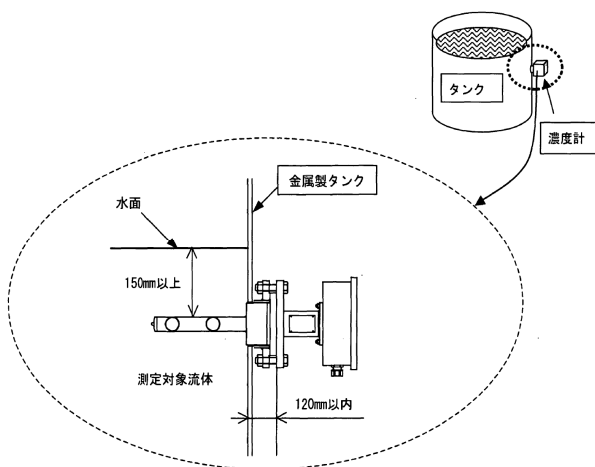

図 7 タンクへの据付け
- (18) タンク内において、アプリータ(アンテナ)と水面との距離が 150mm 以上となるように据付けてください。ポンプ運転のタンク内物質の流出により水位が低くなり、アプリータ(アンテナ)と水面との距離が近づき 150mm 未満となる場合には、外部連動機能を使用してアプリータ(アンテナ)の位置が水面からの距離を 150mm 以上となるときに測定するようにしてください(図 7 参照)。
- (19) タンク内において、攪拌機近傍やタンクへの流入口などでは、気泡の発生や濃度分布(むら)が生じ、測定に影響する恐れがあります。このような場所を避けて、濃度分布が均一な場所へ据付けてください。
- (20) タンク内で、攪拌機などによって、タンク内物質に流れの方向性がある場合、アプリータ(アンテナ)の方向が流れ方向に対して上流方向となるように据付けてください。